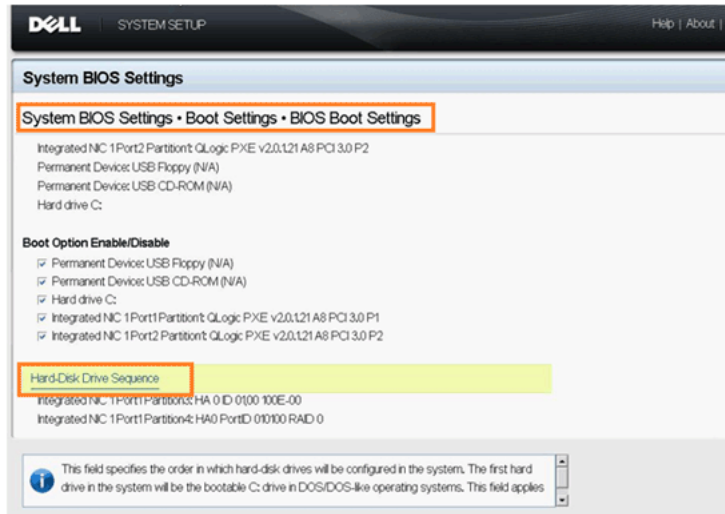

Abbildung 5-29. Auswahl der iSCSI-Startfolge
12. Wählen Sie **System BIOS Settings** (BIOS-Systemeinstellungen) aus, dann **Boot Settings** (Starteinstellungen), anschließend **BIOS Boot Settings** (BIOS-Starteinstellungen) und wählen Sie dann **Hard-Disk Drive Sequence** (Festplattenlaufwerksequenz) aus, wie in Abbildung 5-29 dargestellt.